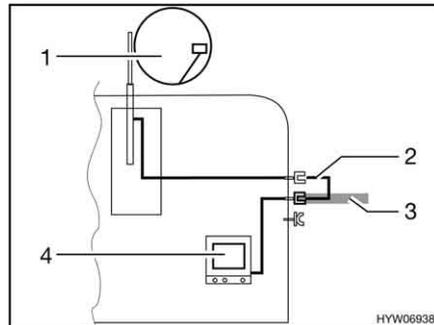

Bild 128 TV im Fahrzeug
- TV im Fahrzeug (Bild 128,4): Anschluss an Dachantenne (Bild 128,1) mit Verbindungskabel (Bild 128,2)
- TV im Fahrzeug (Bild 128,4): Anschluss an externe Antenne (Bild 128,3)